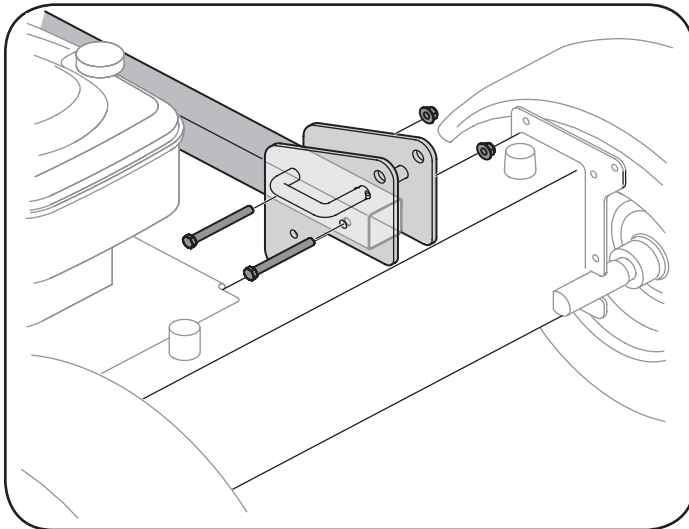

Figura 3-2
1. Con la cortadora de troncos todavía en posición vertical, extraer los dos pernos hexagonales y tuercas hexagonales del frente del tanque reservorio. Ver la figura 3-2.
2. Alinear los orificios en la lengüeta con los orificios en el tanque y asegurar con la ferretería extraída previamente. Ver la figura 3-2.